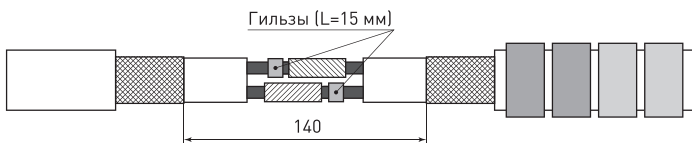

Рисунок 15
6.11 Используя гильзы длиной 15 мм, соединить токопроводящие жилы и обжать их с помощью ручного кримпера (рисунок 15).